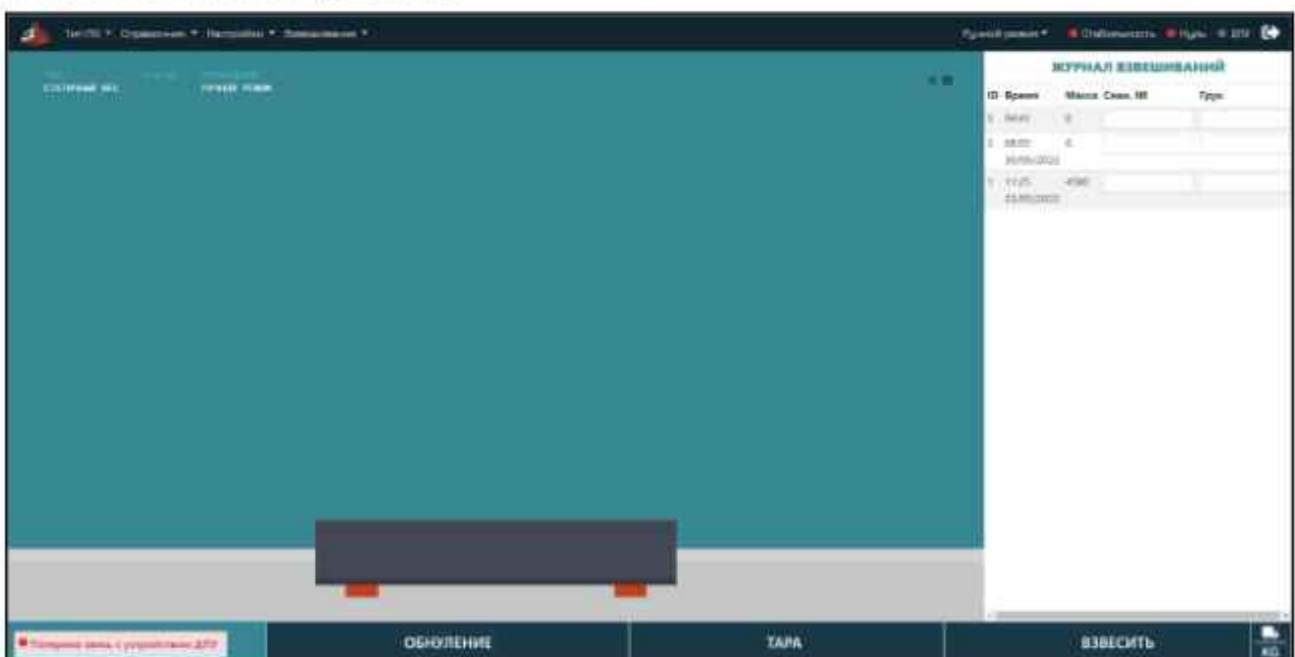

Рис.34
3.1. После прохождения авторизации на экране откроется рабочая страница режима взвешивания (Рис.34):